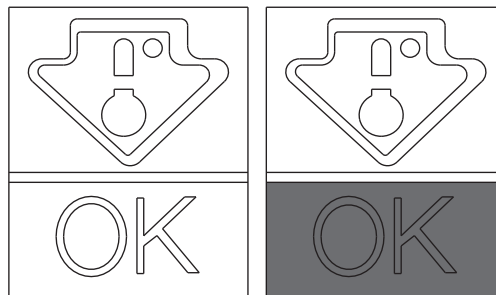

Fig. 6
• Pour conserver la saveur, la qualité et la fraîcheur des aliments, il est conseillé de stocker vos aliments dans le compartiment du réfrigérateur comme indiqué sur la Fig. 6 ci-dessous, en s'assurant de les envelopper dans des feuilles d'aluminium ou du film plastique ou dans des récipients correctement fermés, afin d'éviter toute contamination croisée.
Vérifier ce point sur le voyant de la température, le mot OK apparaît clairement (Fig. 6). Si ce mot n'apparaît pas, cela signifie que la température est trop élevée :